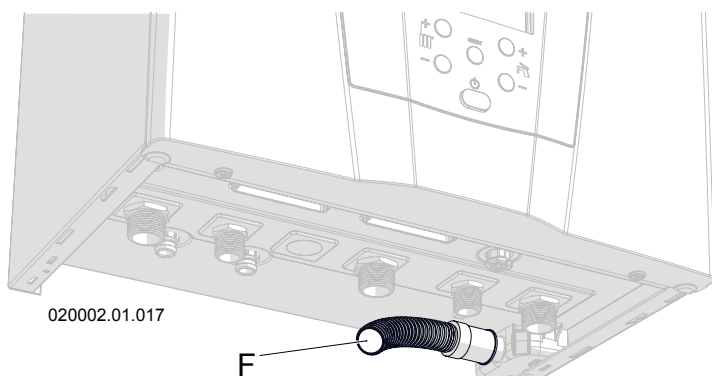
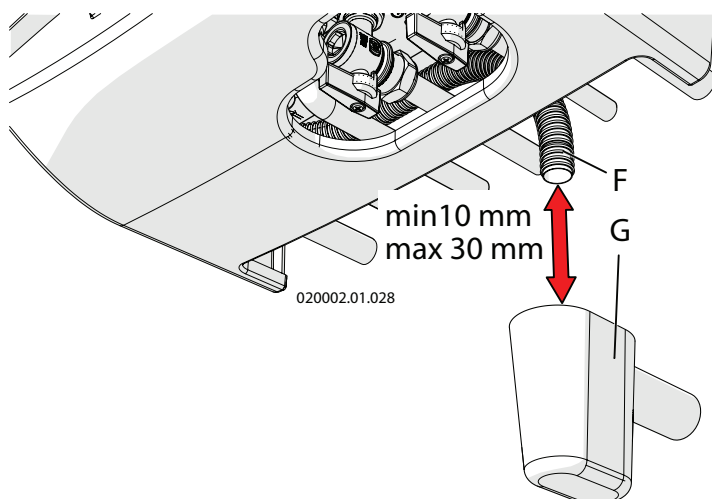

Figura 5-4 - Tubo di scarico condensa
Figura 5-6 - Imbuto sifonato (a richiesta)
L'apparecchio è predisposto di un sifone per l'evacuazione dei condensati (vedere figura 3-2 particolare "40") e per prevenire la fuoriuscita dei prodotti della combustione, la cui terminazione corrisponde al condotto "F" di cui alla figura 5-4. Tale terminazione deve essere convogliata in un ulteriore sifone antiiodori (figura 5-6 particolare "G") in modo da prevenire il ritorno di cattivi odori in ambiente (il sifone antiiodori "G" è fornito su richiesta).
- ☞ per locale ad uso abitativo e per locale ad uso ufficio con un numero di utenti superiore a 10, può essere collegato all'impianto di smaltimento reflui domestici a mezzo di opportuno sifone con disgiunzione atta a prevenire la pressurizzazione del sistema (sifone predisposto all'interno dell'apparecchio) e a prevenire il ritorno di cattivi odori dalla fogna (particolare "G" di figura 5-6). Se il locale ad uso ufficio ha un numero di utenti inferiore a 10, prima del collegamento con lo scarico dei reflui domestici è opportuno un neutralizzatore di condense (vedere il capitolo 9 per il valore di acidità delle condense e per la quantità).
Lo scarico della valvola di sicurezza è convogliato nel tubo "F" di figura 5-4 che deve poi essere portato al sifone antidorì (particolare "G" figura 5-6). Tale scarico con sifone è atto ad evitare sovrappressioni in caso di apertura della valvola e da modo all'utente di verificarne l'eventuale intervento.
Il sifone antidorì "G" di figura 5-6 è fornito su richiesta.